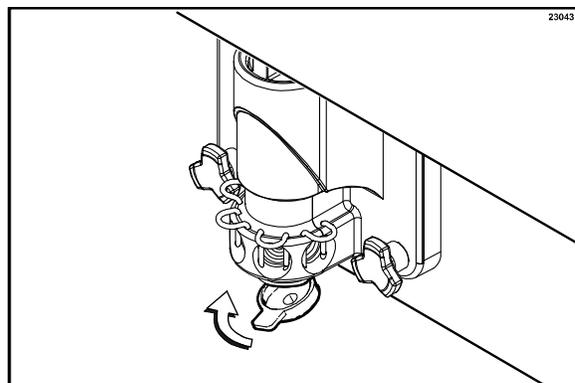

Figura 27
8. Instale el tapón limitador en el orificio de la puerta del congelador. (Vea la figura 27).